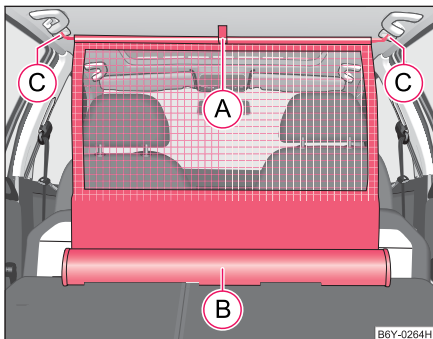

Abb. 59 Netztrennwand ausrollen
- Ziehen Sie die Netztrennwand an der Lasche (A) aus dem Gehäuse (B) ⇒ Abb. 59.
- Setzen Sie die Querstange in die Aufnahme (C) erst auf der einen Seite und drücken die Querstange nach vorn.
- Auf gleiche Weise befestigen Sie die Querstange an der anderen Fahrzeugseite, Aufnahme (C).